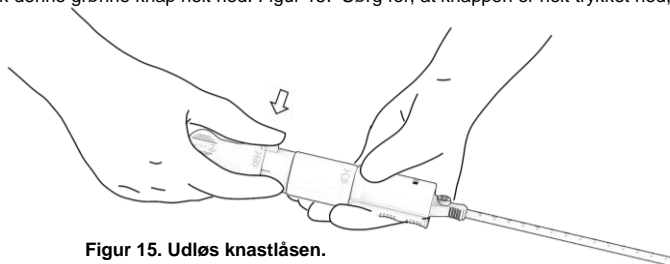

Figur 14. Udtagning af guidewire.
- Find indikatoren mærket '3', og fjern guidewiren helt fra patienten og PerQseal® lukkeanordningen. Guidewireudtagning kan gøres af en assistent. Figur 14.